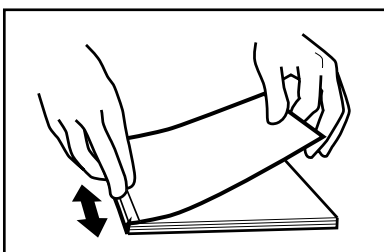

ABBILDUNG 23
10. Drücken Sie das Buch vorsichtig gegen den Rücken. Reiben Sie vor und zurück, wie in Schritt 9 (siehe Abbildung 23).